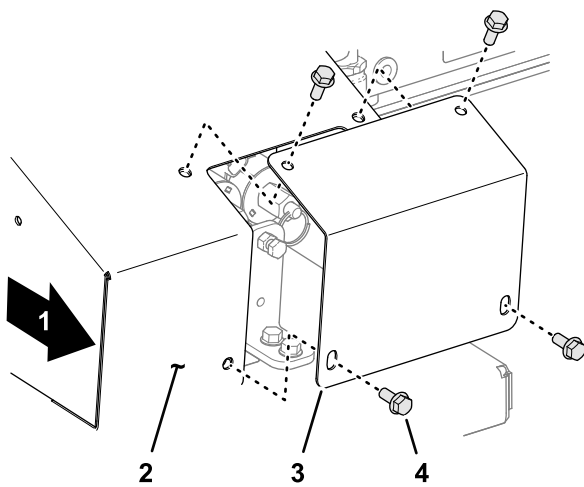

Bild 32
1. Entfernen Sie auf der rechten Seite der Maschine die vier Bundkopfschrauben, mit denen die Abdeckplatte an der Übersteuerungseinheit befestigt ist (Bild 32).